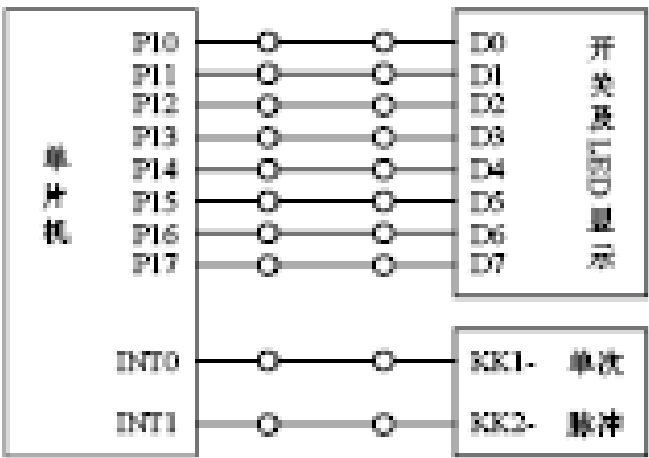

图3-1-1 外中断实验接线图
- (1) 按图3-1-1 连接实验电路；
- (2) 编写实验程序，编译、链接无误后启动调试；
- (3) 运行实验程序，先按KK1—，观察实验现象，然后按KK2—，观察实验现象；
- (4) 验证程序功能，实验结束按复位按键退出调试。